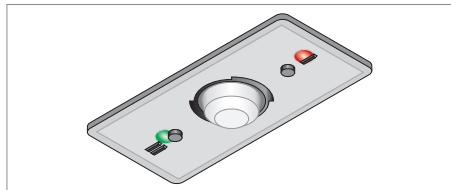

Fig. 11: Elemento di comando a sensori, sensori PIR.
- Premere il tasto **I**, vedi Fig. 11.
- Premere il tasto **II**, vedi Fig. 11.
- Premere il tasto **I** e tenerlo premuto, vedi Fig. 11.
- ▶ Premere il tasto **II** e tenerlo premuto, vedi Fig. 11.